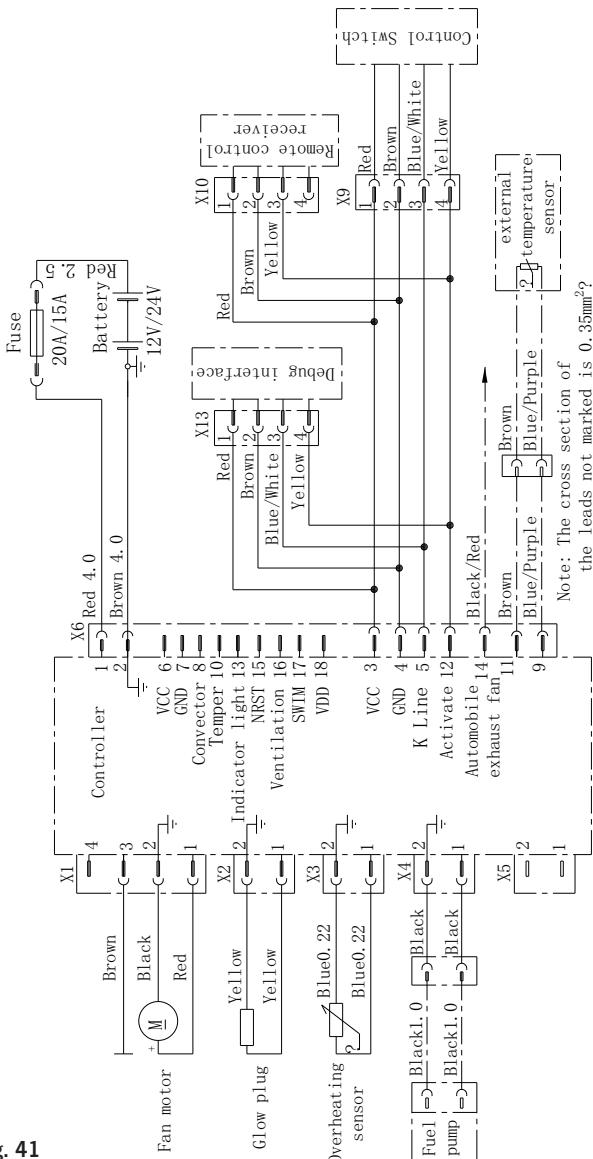
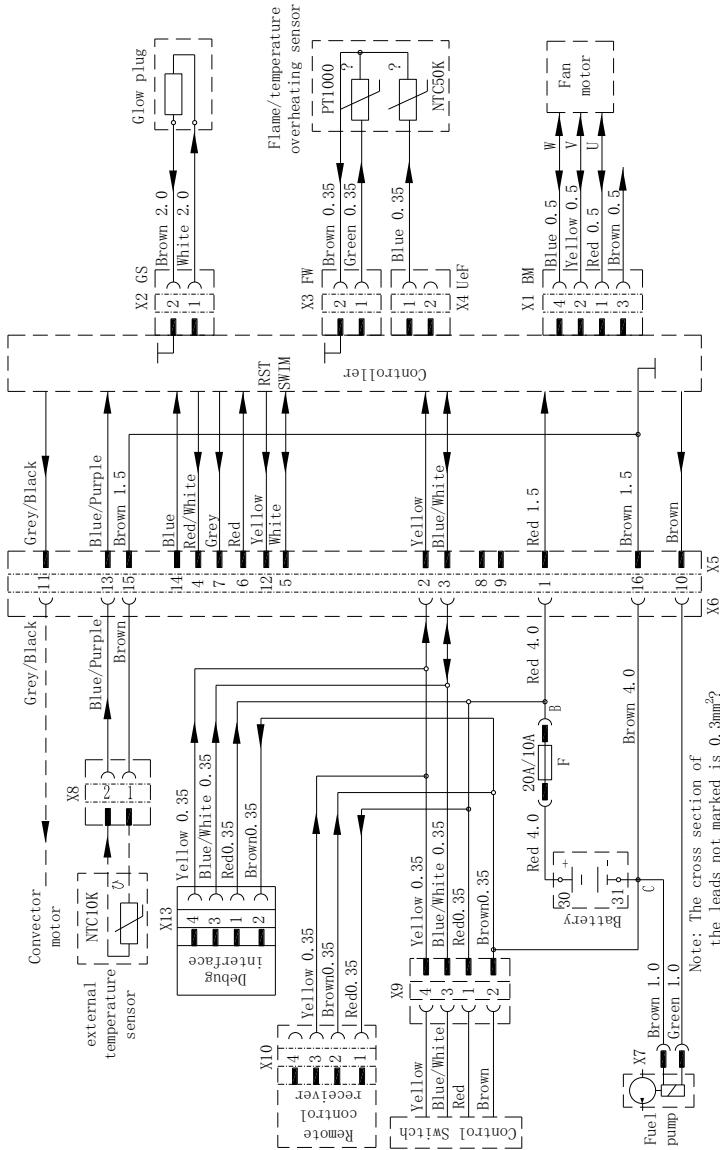

Fig. 41
Fig. 42
- Ledningsdiagrammerne for varmelegemet er vist i fig. 41 (side 52) og i fig. 42 (side 53).